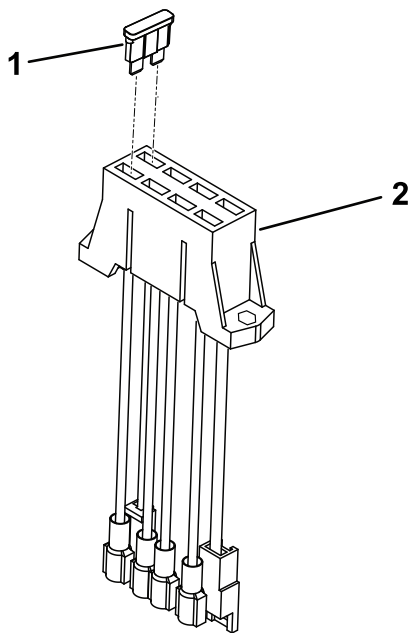

Bild 7
4. Setzen Sie die Sicherung (20 A) in den entsprechenden Einschub am Sicherungskasten ein (Bild 7).